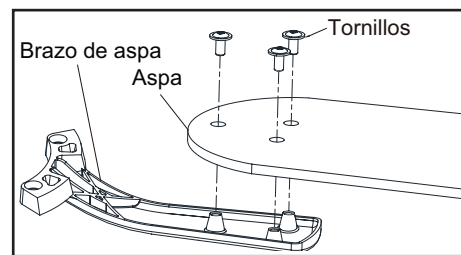

Figura 10
1. Fija el asa a su soporte usando los tornillos mostrados en la Figura 10. Repite para los dos tornillos restantes.